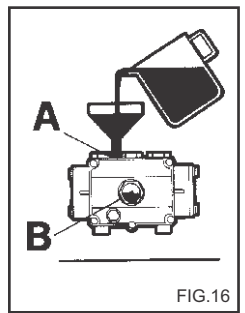

FIG.16
- 4) Atarraxe a tampa de descarga e introduza o óleo pelo orifício superior (fig. 16) até que alcance o nível indicado no visor (fig. 16B).